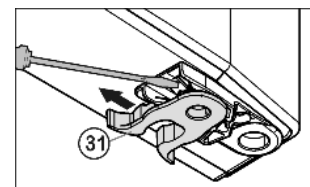

Fig. 11
- ▶ Flytta fjäderklämma *Fig. 11 (31)*: Tryck ner spärrhaken, drag bort fjäderklämman.